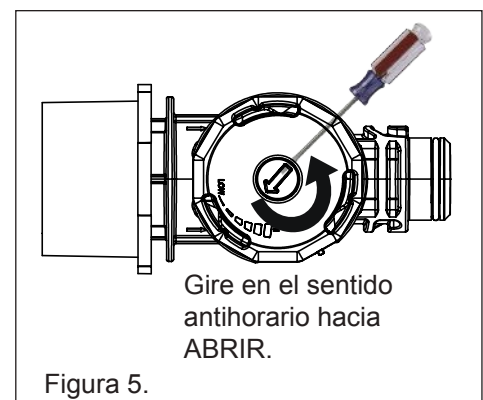

Figura 5.
4. Ajuste la válvula en el accesorio de pared utilizando un destornillador plano al girar la válvula en sentido horario (para reducir el caudal) o en sentido contrario (para incrementar el caudal) de manera tal que el émbolo blanco se alinee con las flechas de las marcas del calibrador de caudal. Véase figura 5.